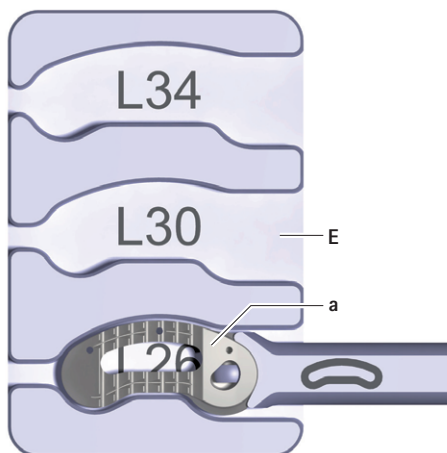

Afb. 8 Implantaat in stand 0
- Proefimplantaat **D** op 0°-positie op het inzetinstrument **A** houden, zie Afb. 8.
- Implantaat op 0°-positie houden, zie Afb. 8.